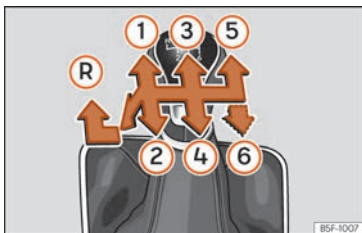

Fig. 258 Esquema de un cambio manual de 5 marchas o bien de 6 marchas.
En la palanca de cambios se indican las posiciones de las marchas »» fig. 258.
- Con la palanca de cambios en punto muerto, presiónela hacia abajo, muévela a la izquierda hasta el final y después hacia delante para seleccionar la marcha atrás »» fig. 258 (R).